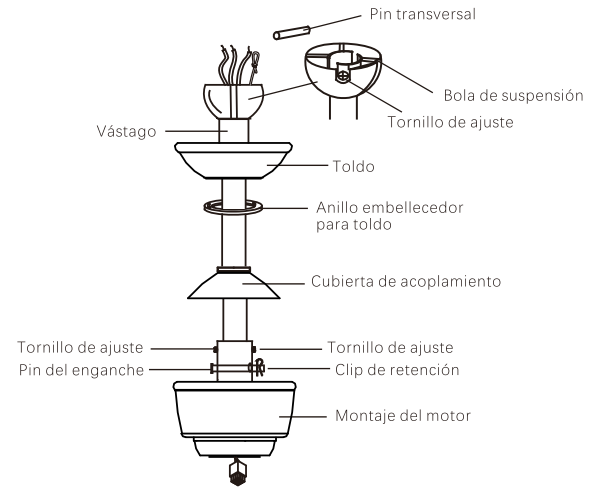

Imagen 9
Paso 8. Deslice la cubierta de acoplamiento, el anillo embellecedor para toldo y el toldo hacia el vástago. (Imagen 9)
Enrosque la bola de suspensión en el vástago, coloque el pin transversal a través del vástago y ajuste. Ahora ajuste el tornillo de ajuste. (Imagen 9)